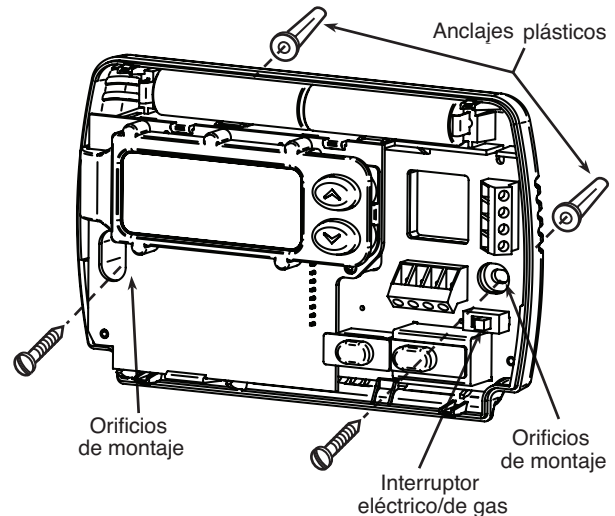

Figura 1. Base del termostato
Este termostato está configurado de fábrica para operar un sistema de aire forzado con combustible fósil (gas, aceite, etc.) de calor/frío. Está correctamente configurado para cualquier sistema que **NO** requiera que el termostato energice el ventilador en una llamada de calor. Si su sistema es un sistema eléctrico o de bomba de calor que **REQUIERE** que el termostato encienda el ventilador en una llamada de calor, ubique el **interruptor GAS/ELECTRIC** (vea la figura 1) y colóquelo en la posición **ELECTRIC**. Esto permitirá al termostato energizar el ventilador inmediatamente en una llamada de calor. Si no está seguro si el sistema de calefacción/refrigeración requiere que el termostato controle el ventilador, póngase en contacto con un servicio técnico de calefacción y aire acondicionado calificado.
5. Fije la base a la pared sin ajustarla demasiado, como muestra la figura 1, usando dos tornillos de montaje. Coloque un nivel contra la parte inferior de la base, ajústela hasta que quede bien nivelada y luego apriete los tornillos. (Esto es por razones estéticas solamente y no afectará el funcionamiento del termostato.) Si utiliza los orificios de montaje existentes, o si los orificios perforados son demasiado grandes y no le permiten ajustar bien la base, use anclajes plásticos para fijar la subbase.
Si aparece el mensaje "**LO BATTERY**", significa que las pilas tienen poca carga y deben cambiarse. Para obtener resultados óptimos, cambie todas las pilas por pilas alcalinas nuevas de alguna marca líder como Duracell® o Energizer®. Para cambiar las pilas, instélas a lo largo de la parte superior de la base (vea la figura 1). Las pilas deben instalarse con los polos positivos (+) hacia la izquierda.